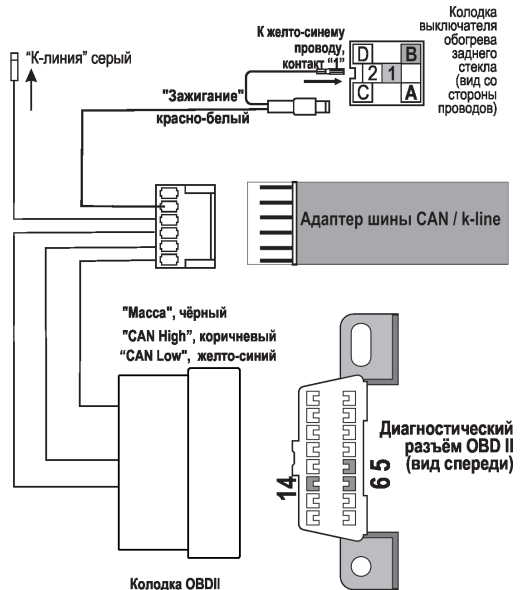

Рис.2 Схема подключения адаптера шины «CAN / K-Line»
4. Протяните жгут проводов с колодкой «OBD II» от диагностического разъема (находится справа под рулем) и соедините колодку жгута БК с адаптером согласно схеме подключения (см. рис.2).